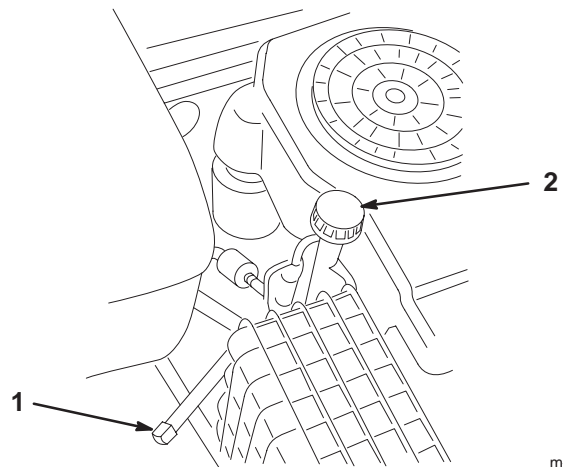

Figure 17
3. Placez un bac sous l'orifice de vidange. Enlevez le bouchon de vidange (Fig. 17).
5. Nettoyez la surface autour du bouchon de jauge d'huile et dévissez le bouchon (Fig. 17).